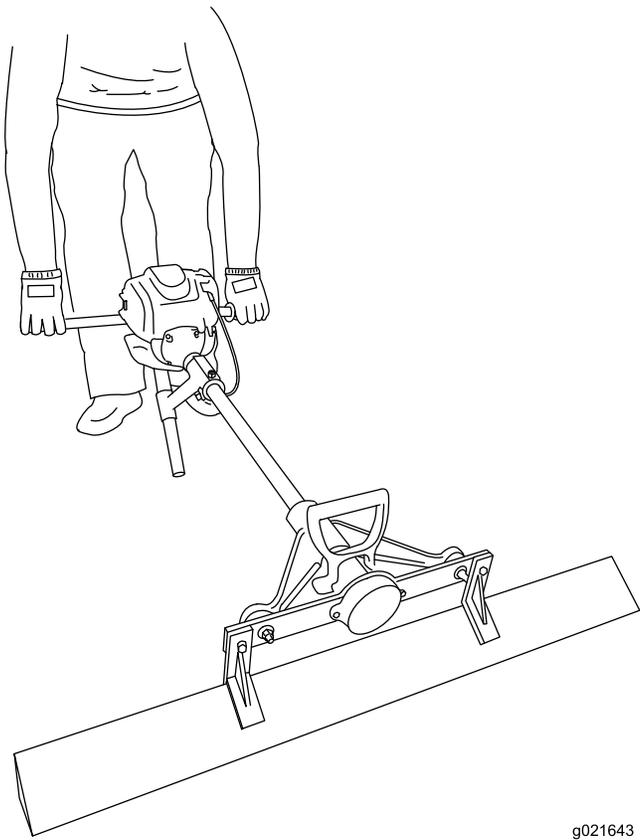

Figura 14
- Utilice la posición de descanso cuando abandone la máquina. (Figura 14). No deje el motor en marcha nunca cuando la máquina está en la posición de descanso. Siempre coloque la máquina en una superficie plana.